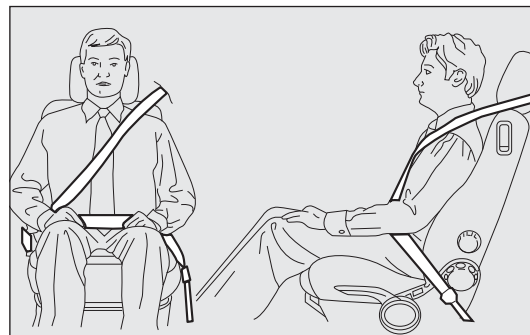

fig. 133
**Il nastro della cintura non deve essere attorcigliato. La parte superiore deve passare sulla spalla e attraversare diagonalmente il torace. La parte inferiore deve aderire al bacino fig. 133 e non all'addome del passeggero. Non utilizzare dispositivi (mollette, fermi, ecc.) che tengano le cinture non aderenti al corpo degli occupanti.**